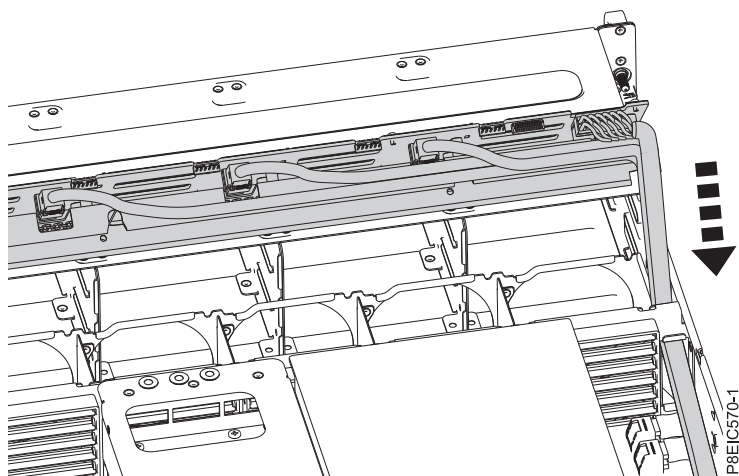

図 29. ドライブ・ケーブルの取り付け
3. ファン信号ケーブル、ドライブ電源ケーブル、およびドライブ信号ケーブルを慎重にシャーシに通して、取り付けます (図 29 を参照)。